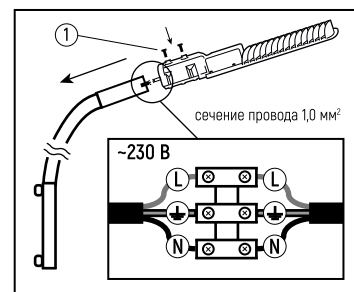

Рис.1
- Обесточьте сетевой кабель питания и подключите к проводу светильника\* (Рис.1).
- Установите светильник на кронштейн, провод светильника поместите внутрь кронштейна или опоры (Рис.1).
- Зафиксируйте светильник на кронштейне или опоре при помощи фиксирующих винтов (1), расположенных на основании светильника (диаметр установочного отверстия для кронштейна указан в таблице технических характеристик).